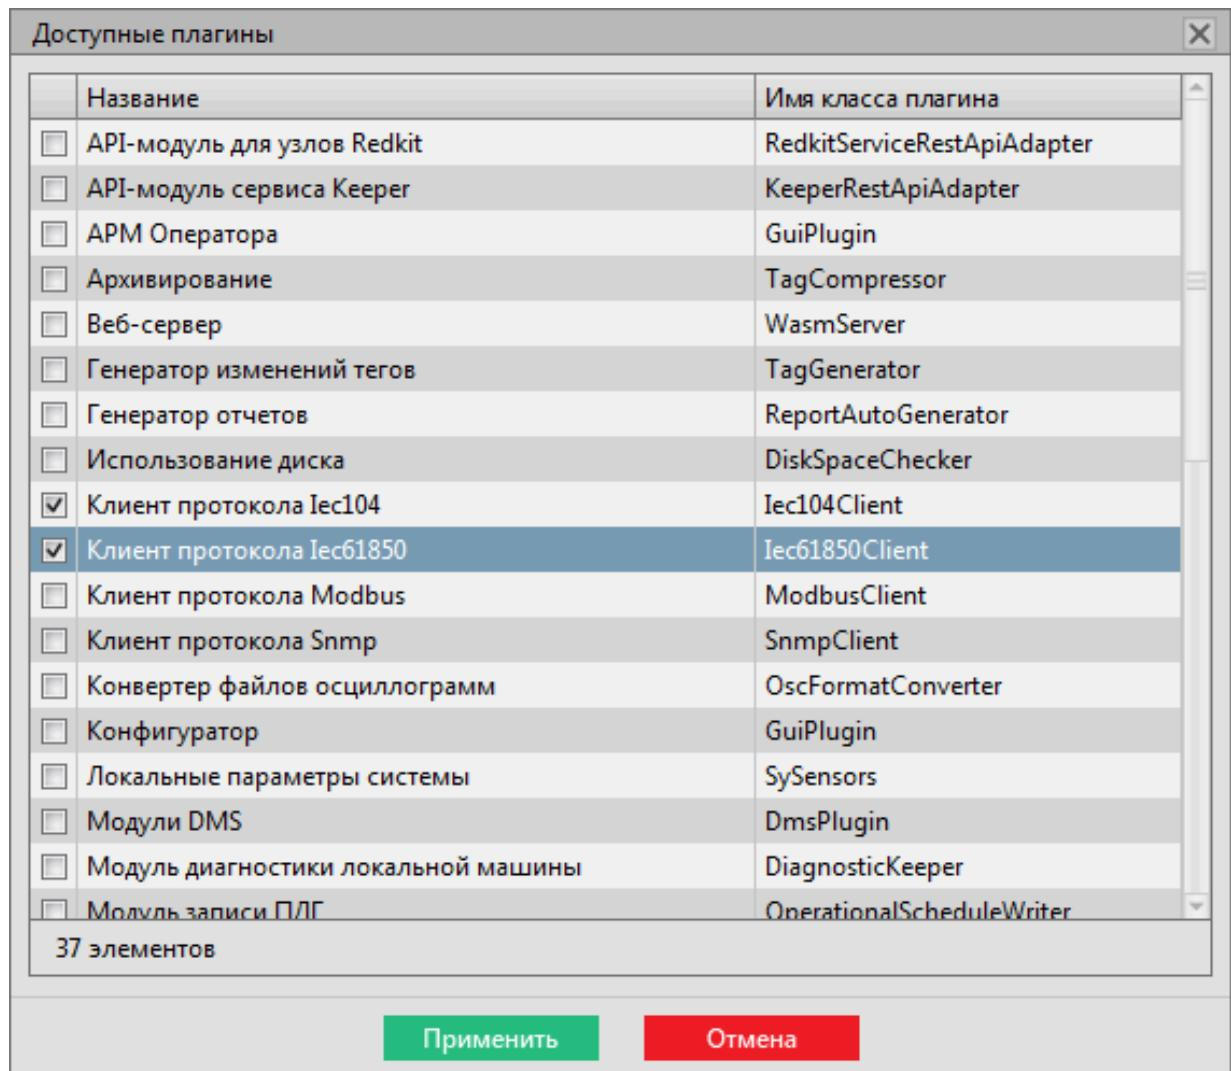

Рисунок 113 - Добавление модулей
2. Выберите один или несколько модулей (Рисунок 113).
3. Нажмите **Применить** (Рисунок 113).